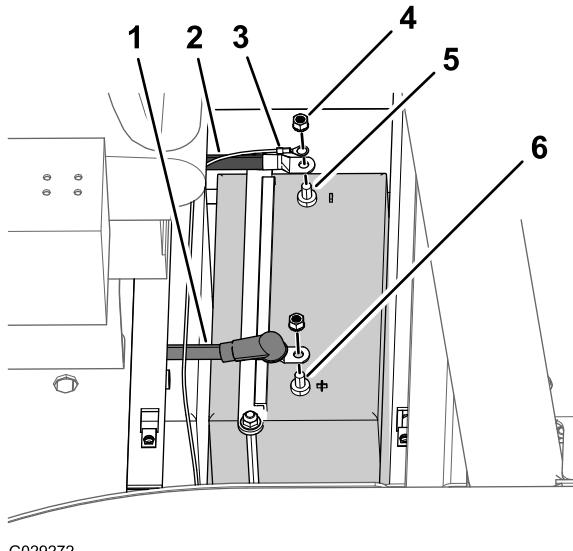

Figura 121
6. Remova a porca autotrvavante (3/8 pol.) que prende o cabo negativo da bateria e o terminal ao polo negativo da bateria e remova os cabos da bateria (Figura 121).
7. Recue a capa isoladora e remova a porca autotrvavante (3/8 pol.) que prende o cabo positivo ao polo positivo da bateria e remova o cabo da bateria (Figura 121).
1. Fixe o cabo positivo ao polo positivo da bateria (Figura 121) com a porca autotratante (3/8 pol.) removida no passo 7 do tópico Preparação para desconexão dos componentes (página 80).
3. Fixe o cabo negativo ao polo negativo da bateria (Figura 121) com a porca autotratante (3/8 pol.) removida no passo 6 do tópico Preparação para desconexão dos componentes (página 80).